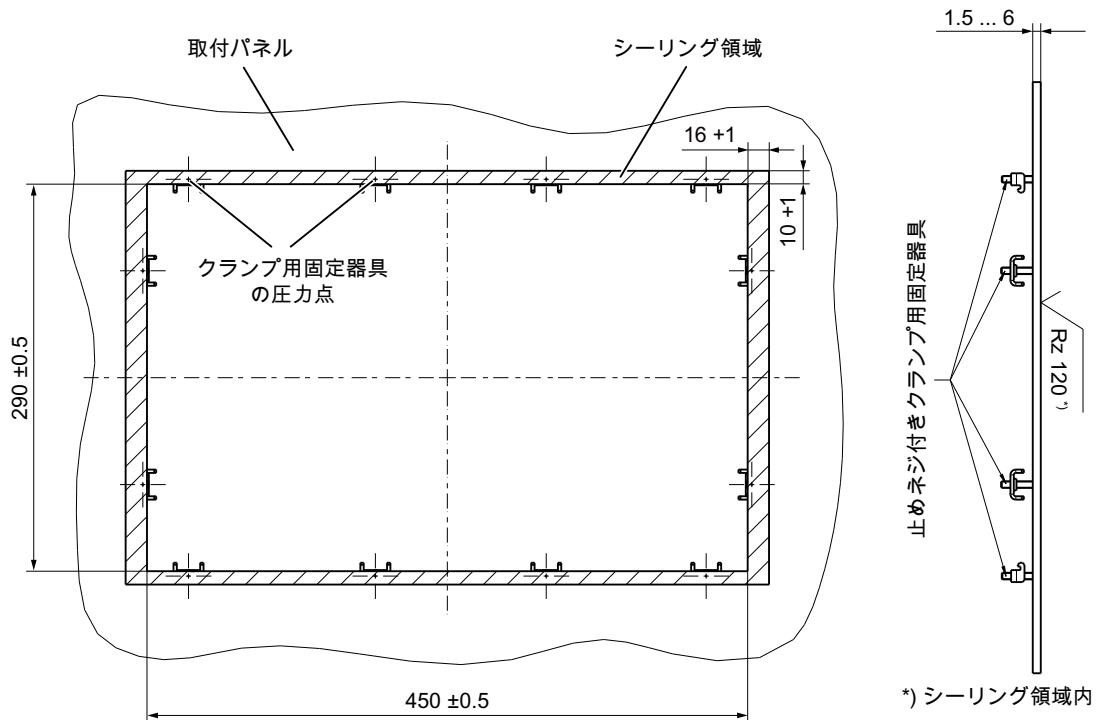

図 5-1 OP 012 操作パネル取り付けの寸法図
- 組み立てられたコンポーネント(操作パネルと PCU)を前面からパネル抜き穴に挿入します(図 5-1 OP 012 操作パネル取り付けの寸法図(ページ 115)を参照してください)。